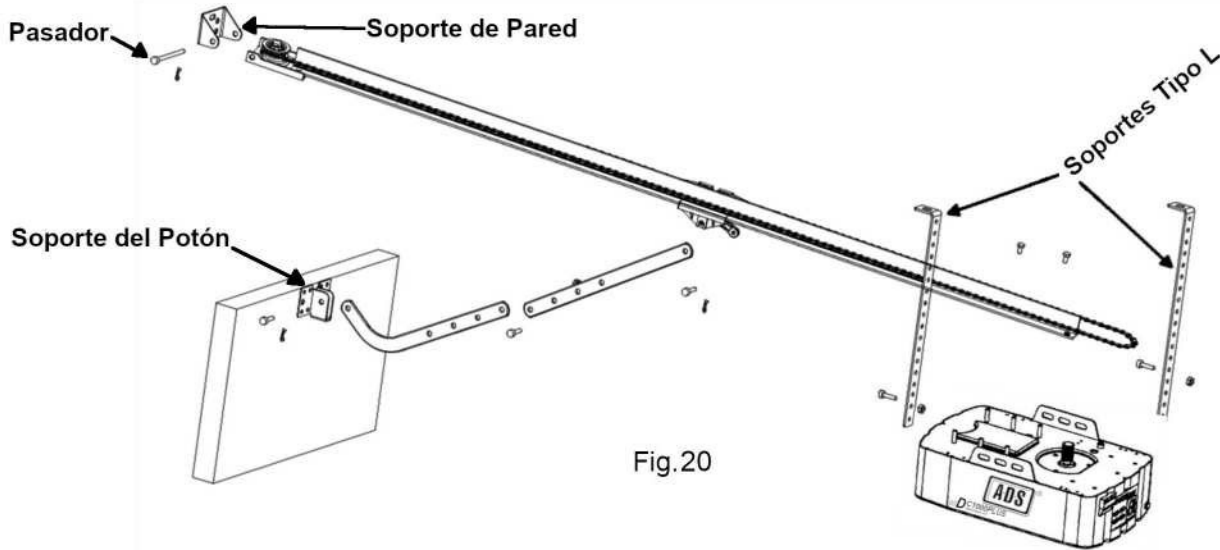
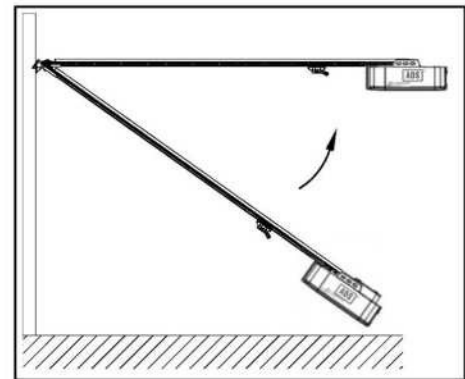

Fig.20
Fig.21
1. Ensamble el Abrepuertas de Garaje al Riel "T" de acero tal y como se indica (Fig. 20).
2. Coloque el Abrepuertas de Garage ensamblado con el Riel de Acero centrado sobre el Piso del Garage, con el Abrepuertas de Garage alejado del Portón. Levante la parte Delantera del Riel hasta el Soporte de la Pared (Fig.20) y Fijelo con el Pasador del Soporte de Pared (Fig.21).
3. Levante y Apoye el Abrepuertas de Garage con una Escalera, Alinee el Riel con la Línea Central marcada en el Portón, el Riel debe quedar a nivel (Fig.21). Fije el Abrepuertas de Garage y el Riel al Techo mediante los Soportes Tipo "L" (Fig.21).